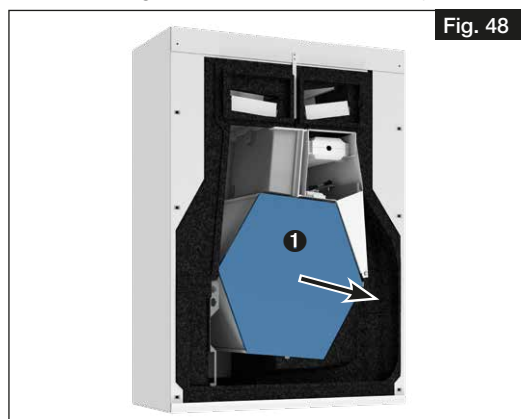

Fig. 48
3. Retirer l'échangeur à contre-courant ① avec précaution de l'appareil (voir Fig. 48).